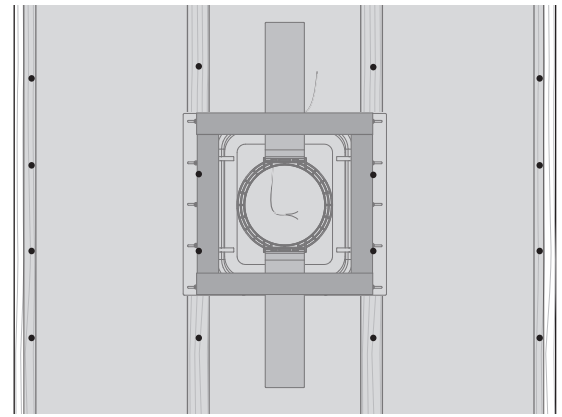

图 9. 干墙螺丝, 带后盖的 PMK 6
1. 最好在 PMK 周围安装石膏板, 以使 PMK 附近没有石膏板连接 (图 9)。